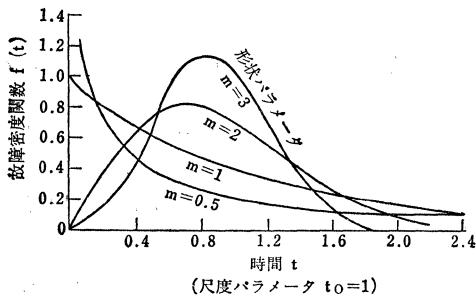

図2 ワイブル分布曲線と形状パラメータ
(Shape Parameter) と呼び, この m の値によって分布の形は図2のように変化します。 $m=1$ のときは (5) 式は指数分布を示すことになり, ワイブル分布はその特別な場合として指数分布をも包含します。 $m>1$ のときは故障率が時間とともに増加する傾向の分布, $m<1$ のときは故障率が時間の減少関数となり, m が3以上では正規分布とよく似た分布となります。一方 t_0 は尺度を定めるためのパラメータで「尺度パラメータ」(Scale Parameter) と呼んでいます。
(6) 式において, 時間 $t = \eta = t_0 \frac{1}{m}$ ととれば, $F(t)$ は m, t_0 に独立な一定値 0.632 となりますので, とくにこ